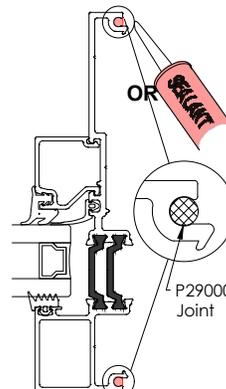

**FIG. 2**
- Commencez d'un côté de l'ouverture en plaçant un cadre de fenêtre dans le récepteur de seuil de manière ajustée. **Voir FIG 2.**